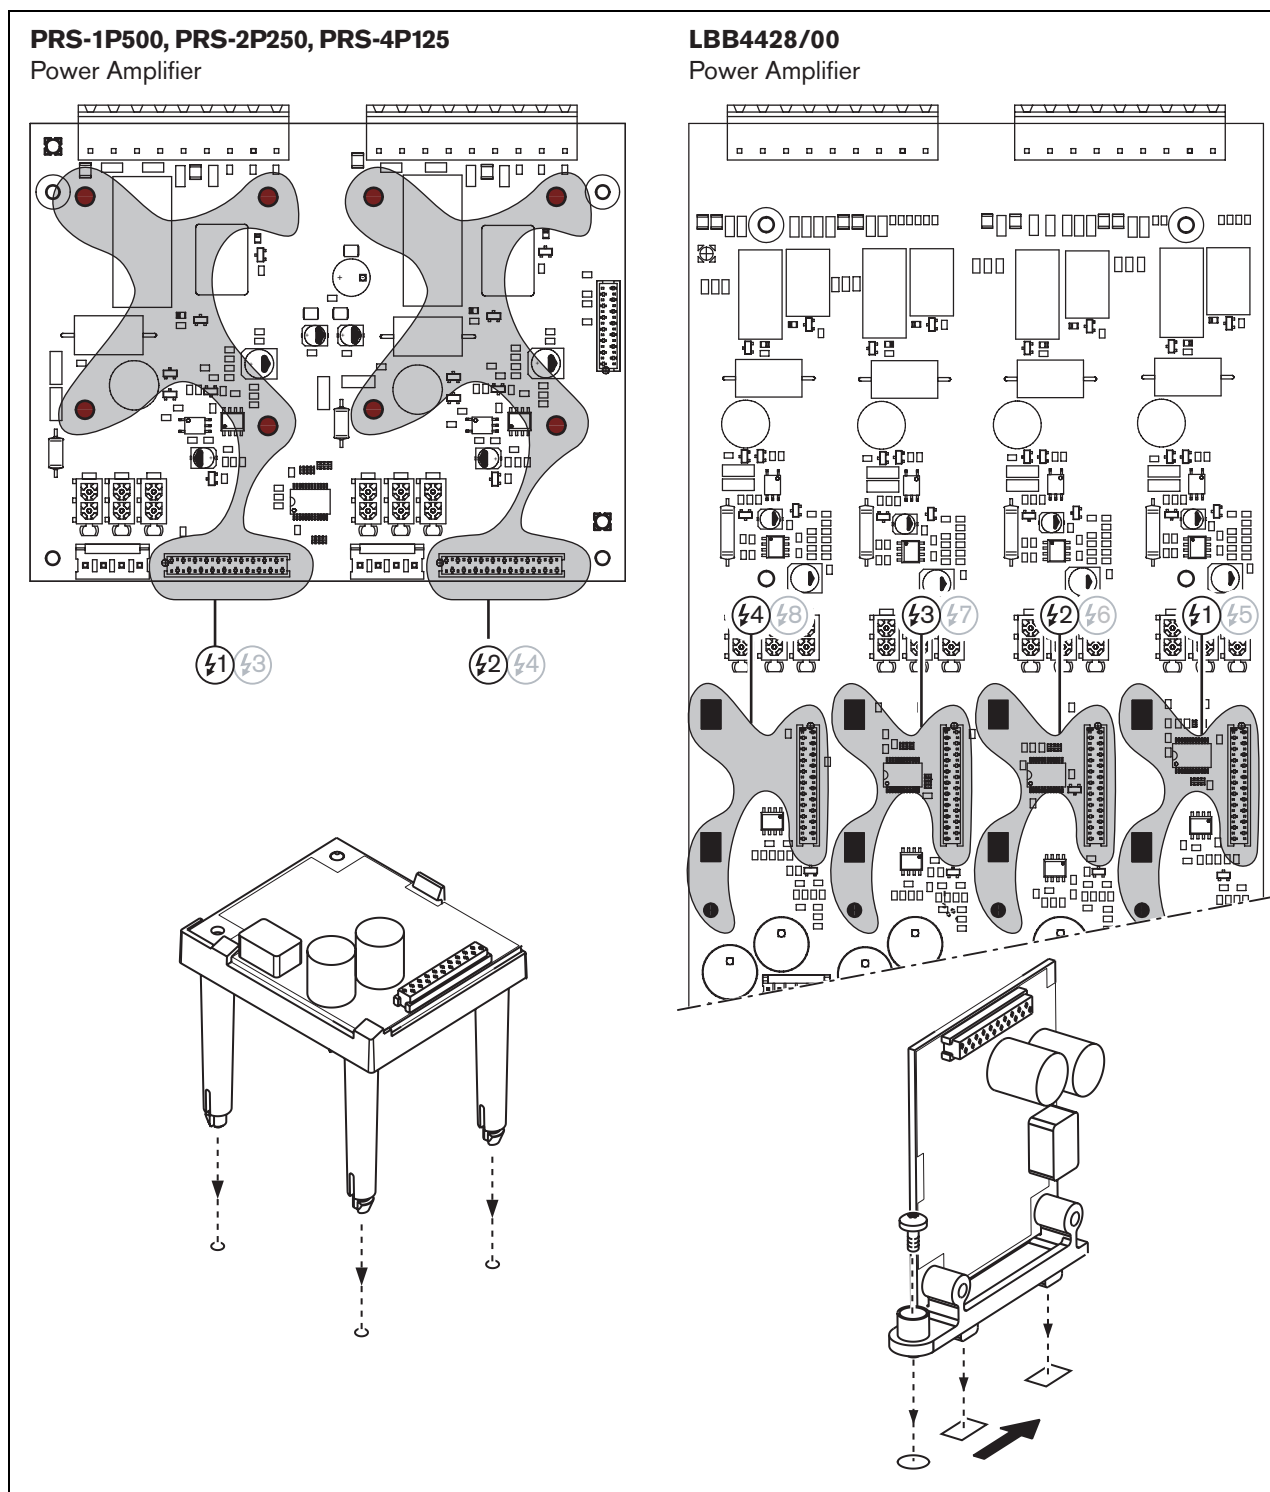

Abbildung 11.4: Supervision-Master-Platine
- 1 Entfernen Sie die Abdeckung von der Endstufe und suchen Sie die Ausgabeplatine (siehe Abbildung 11.4).